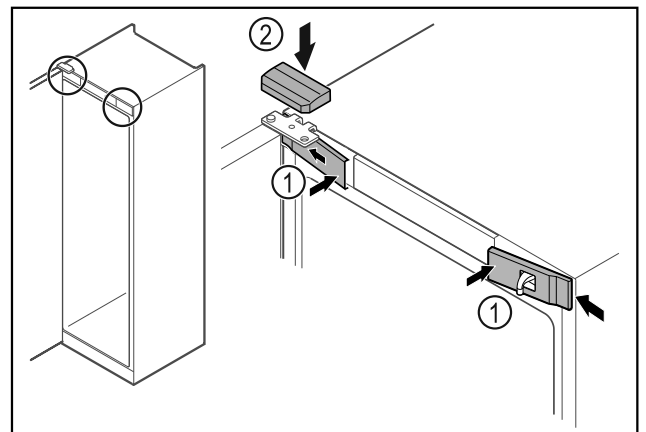

Fig. 52
- ▶ Accrocher les caches avant Fig. 52 (1) par les côtés et les enclencher.
- ▶ Insérer le cache supérieur Fig. 52 (2) par le haut.